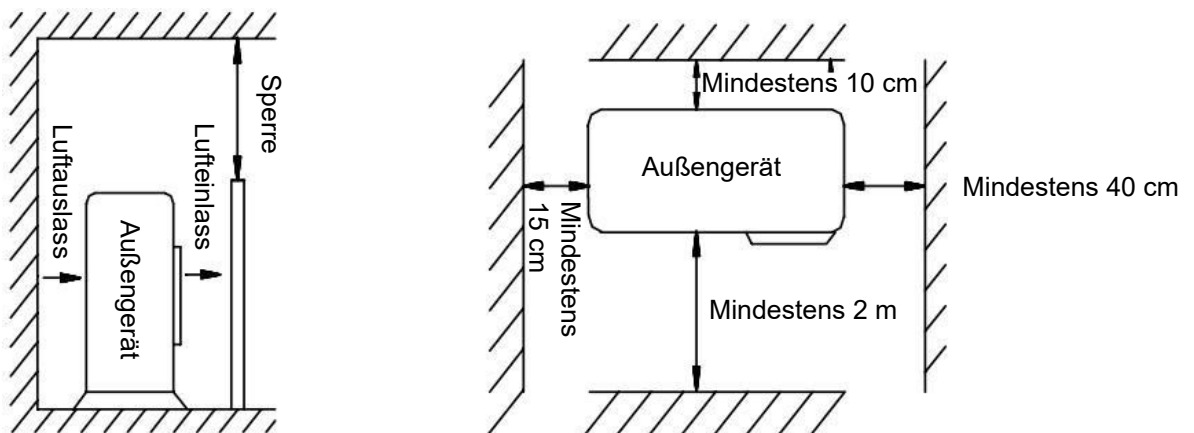

Abb. 2
- Der Montageabstand ist einzuhalten wie in Abb. 2 angegeben.